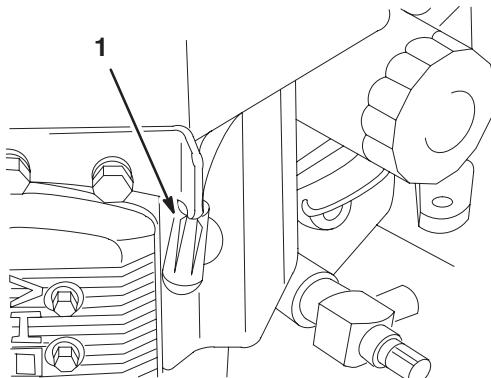

Figure 34
3. Connectez les fils aux bougies (Fig. 34).
- Connectez les fils aux bougies (Fig. 34).